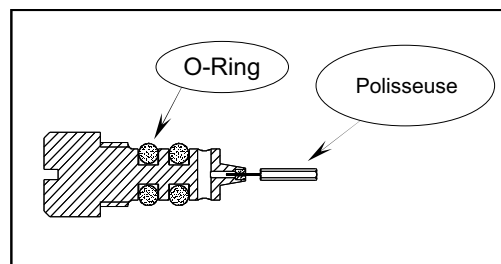

Fig. 14.1.2
Oter la vis (13) Fig. 14.1.1 et nettoyer, comme dans la Fig.14.1.2, au moyen de la polisseuse placée sur le couvercle à l'intérieur de l'instrument. Dans le cas où l'étranglement serait particulièrement obturé, l'opération de nettoyage pourrait être intégrée d'un bain de trichloréthylène et ensuite d'une soufflure d'air comprimé. Avant de remonter la vis (13), graisser les O-Ring d'étanchéité avec une pellicule de graisse au silicone.